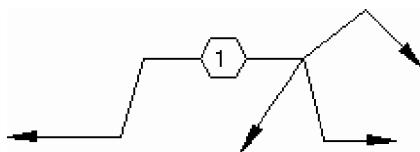

Fig. 6.83 Mai multe linii de indicație cu aceeași adnotare
- Crearea mai multor linii de indicație cu aceeași adnotare – Fig. 6.83.